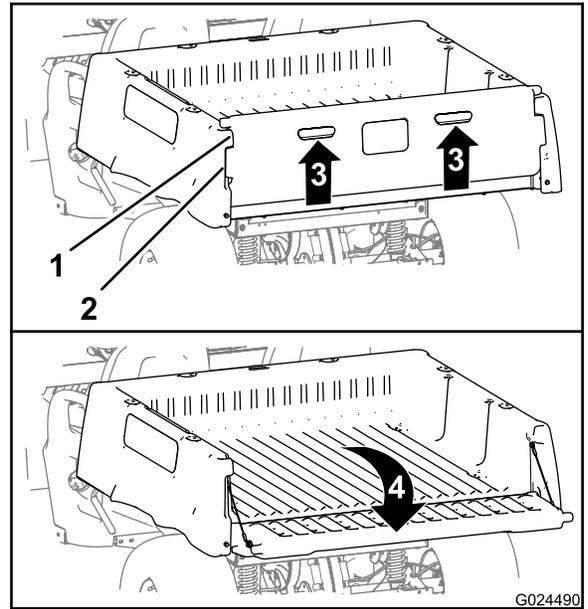

图 15
2. 向上拉起尾门后面板上的手指拉扣图 15。
3. 将尾门的锁紧法兰与货箱两个尾门法兰之间的开口对齐图 15。
4. 向后下方旋转尾门图 15。
6. 向前上方旋转尾门直到尾门的锁紧法兰与货箱中的尾槽齐平图 15。
7. 将尾门放下直至其落到货箱背部图 15。